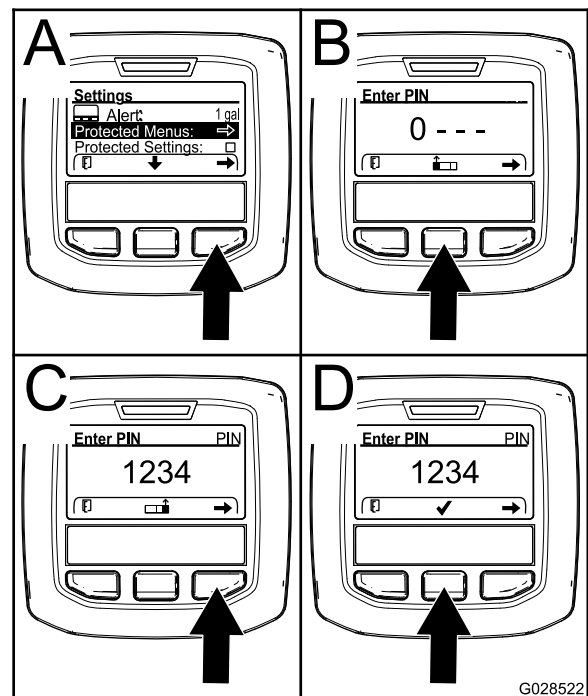

Figura 71
3. Pulse el botón de selección derecho para seleccionar Menús protegidos (Figura 71 A).
- Pulse el botón de selección central (Figura 71 B) para aumentar el valor numérico (de 0 a 9).
- Pulse el botón de selección derecho (Figura 71 C) para mover el cursor hasta la siguiente posición numérica a la derecha.
Nota: Aparece el icono de marca de verificación encima del botón de selección central (Figura 71 D).
6. Pulse el botón de selección central (Figura 71 D) para introducir la contraseña.